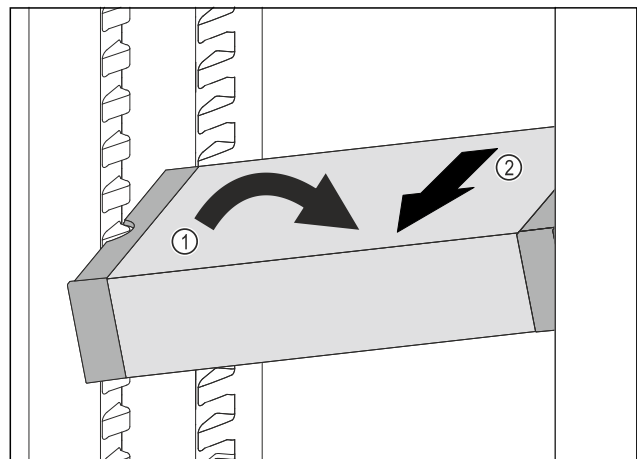

Fig. 132
- ▶ Incliner le VarioSafe dans la partie réfrigérateur. Fig. 132 (1)
- ▶ Sortir le tiroir VarioSafe par l'avant. Fig. 132 (2)